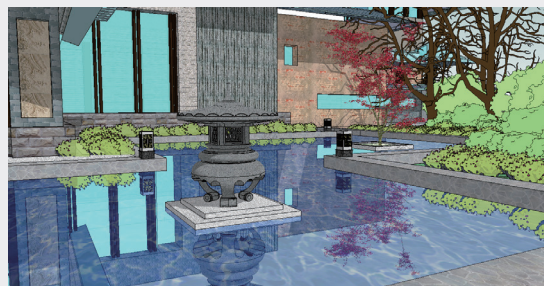

图3-142
- 07 按住鼠标左键向前一直拖动至庭院石笼灯处, 完成漫游设置, 如图3-142所示, 然后添加“场景4”。